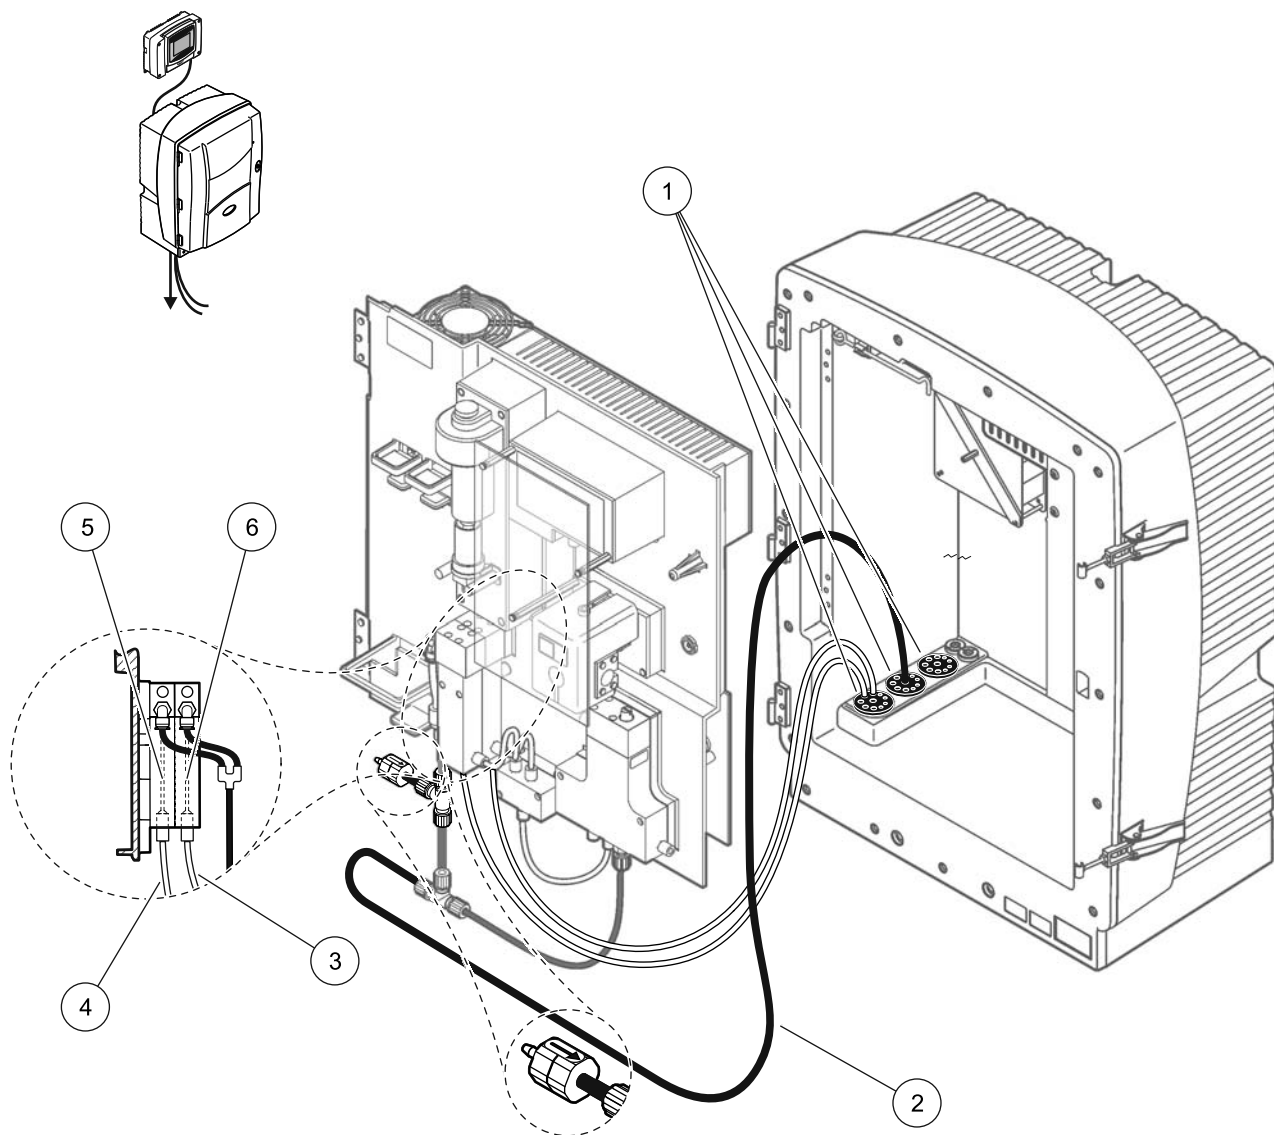

Рисунок 40 Монтаж версии 11а
Для версии 11а смотрите Рисунок 40 и следующие инструкции:
3. Пропустите дренажную трубку через анализатор, используя уплотняющую заглушку #3 (Рисунок 40, позиция 2).